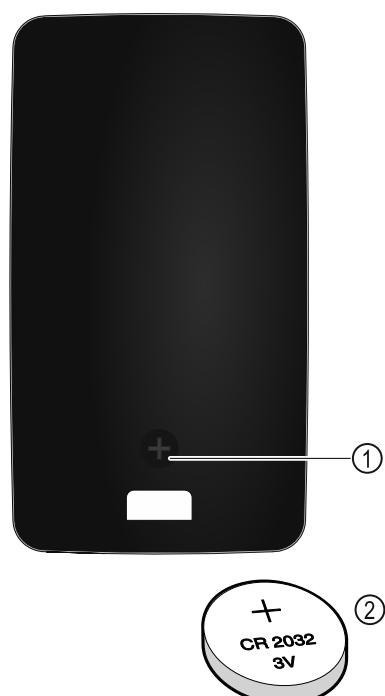

Fig. 223
Die Stromversorgung der Fernsteuerung erfolgt über eine Batterie des Typs CR 2032 mit 3V *Fig. 223 (2)*, welche im Fachhandel erhältlich ist.
- Schraube *Fig. 223 (1)* auf Rückseite der Fernbedienung herausdrehen.